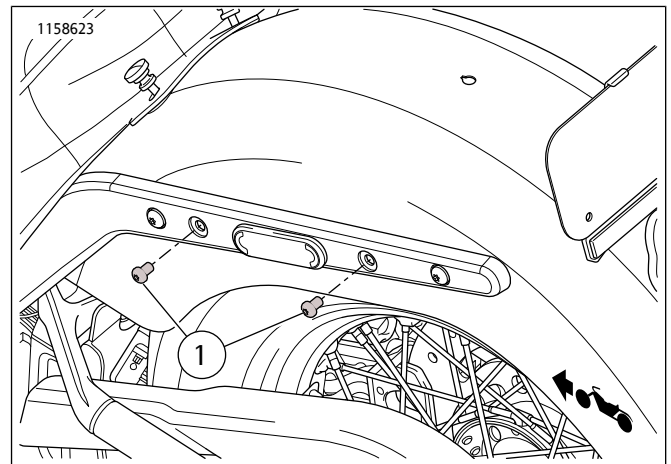

图1。拆卸螺丝-后挡板
2. 图1松开挡板支架螺丝(1)。
3. 图1拆下后部螺丝(1)并丢弃。